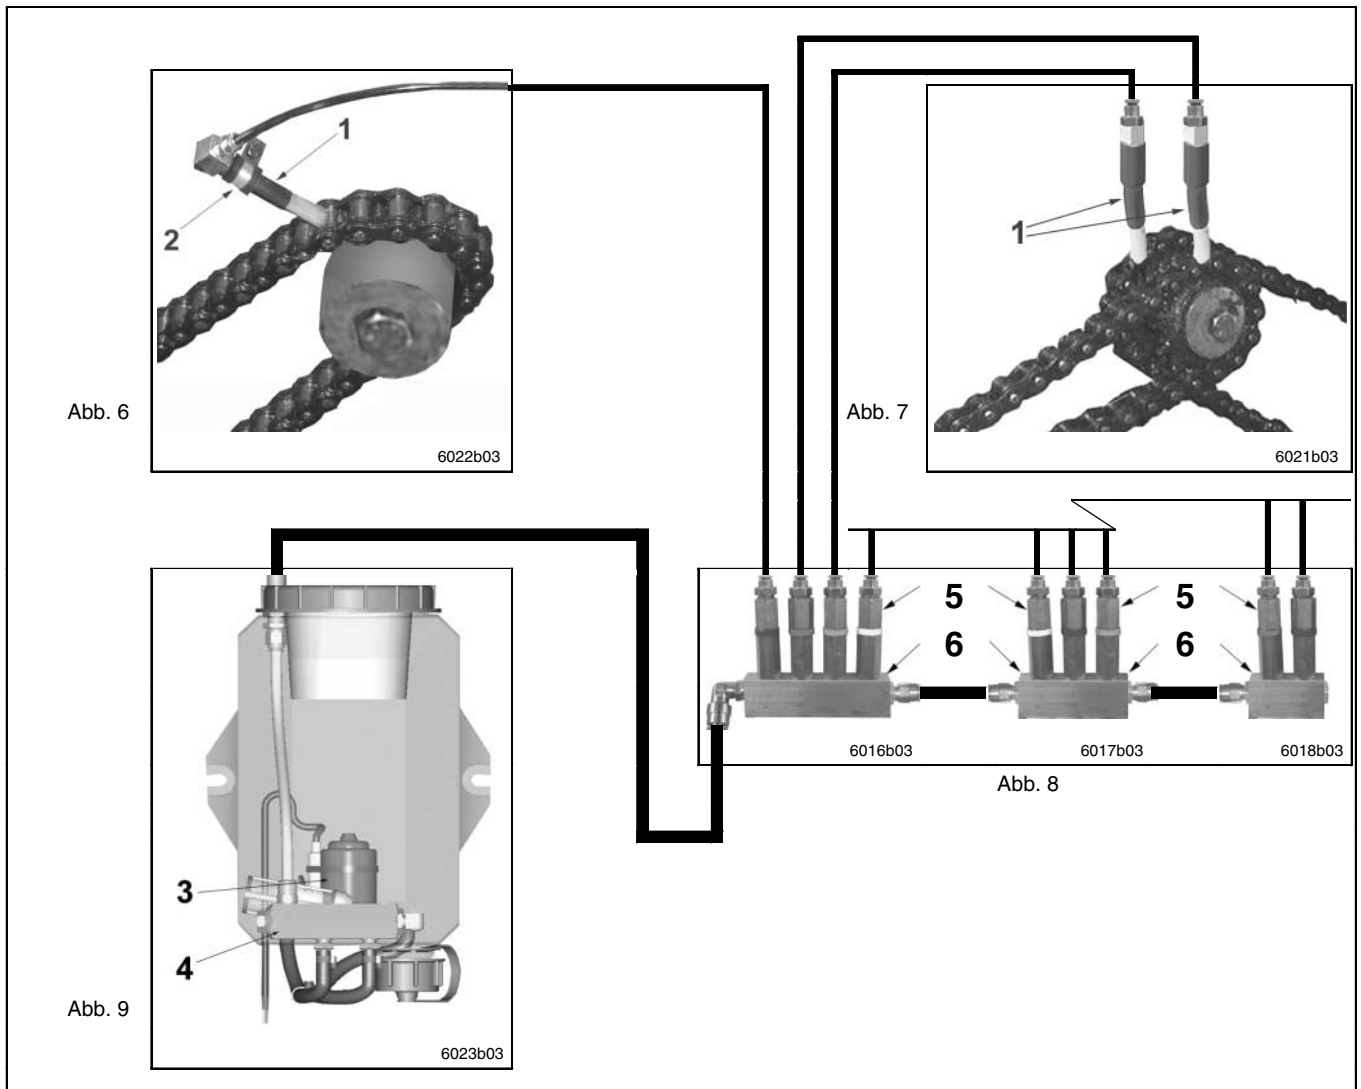

Abb. 10 Schematischer Aufbau des ESILUB Oil Systems EOS
- Schließen Sie die Komponenten Ihres EOS wie in Abb. 10 auf Seite 9 dargestellt an
- zu Abb. 10 Leitungsmaterial